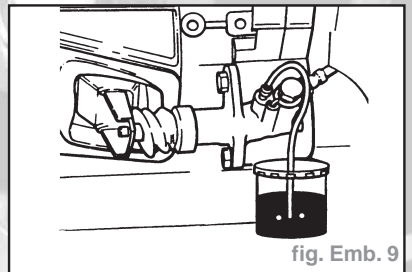

fig. Emb. 9
- Brancher le flexible sur la vis de purge avec l'autre extrémité du flexible dans le réservoir transparent (fig. Emb. 9).